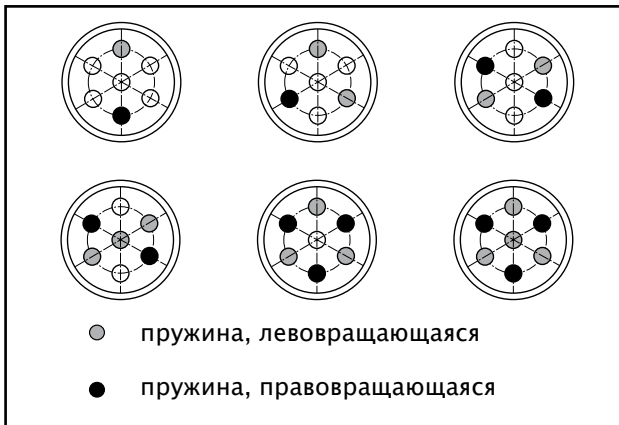

Рис. 9 Расположение пружин для привода с пружинным возвратом
- при этом ослабить винты (18) крест-накрест и попарно равномерно на малые шаги, чтобы медленно ослабить пружины. Затем изменить комплектацию пружин, как это показано на рис. 9, и затянуть крышку (2) в обратной последовательности.